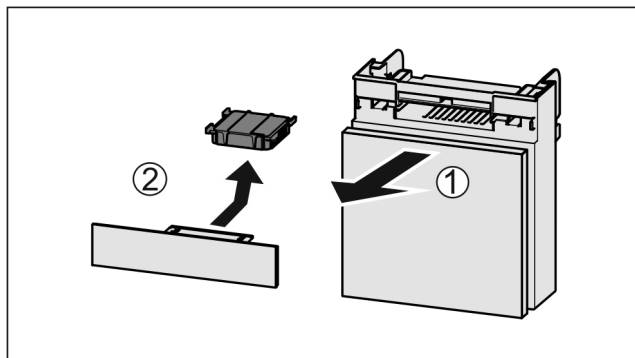

Fig. 89
- Trekk ut Fig. 89 (1) hyllen fremover.
- Ta ut Fig. 89 (2) aktivkullfilteret.